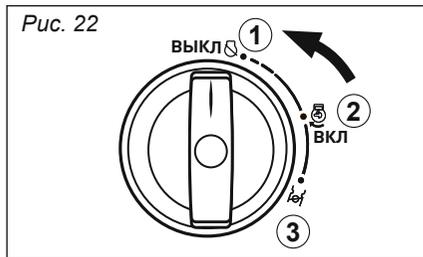

Рис. 22
2. Поверните переключатель «3 в 1» в положение 1 «**ВЫКЛ**» (рис. 22).